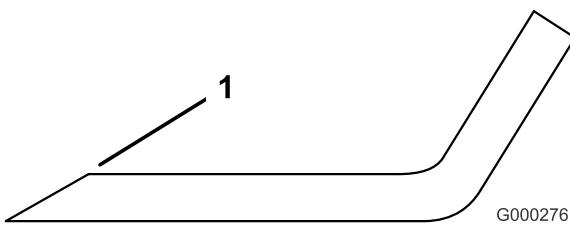

Bild 101
- 4. Schärfen Sie alle stumpfen und ausgekerbten Schnittkanten (Bild 101).